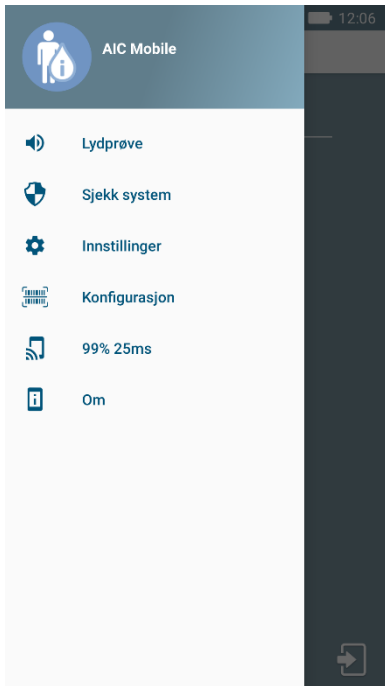

Fig 45
-ikonet i hjemmeside åpner en meny med ulike valg (Fig 45).